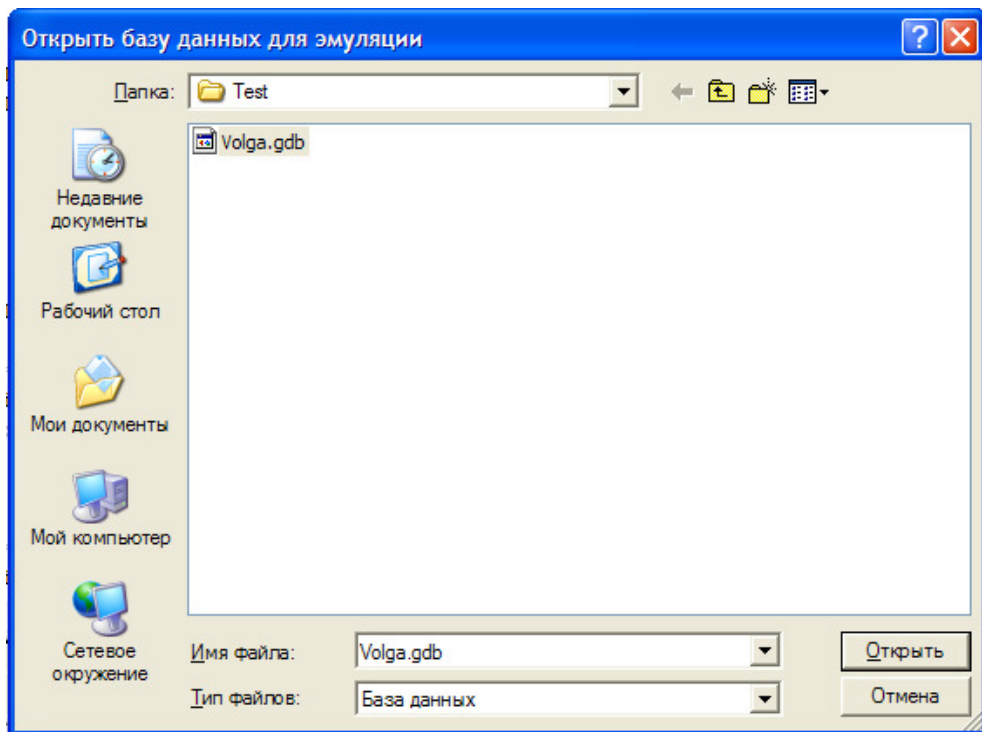

Рис. 13. Окно выбора файла сервера данных для режима эмуляции данных
- Запустить прием данных. После появляется окно выбора файла сервера данных, данные из которого будут подменять показания датчиков (рисунок 13).